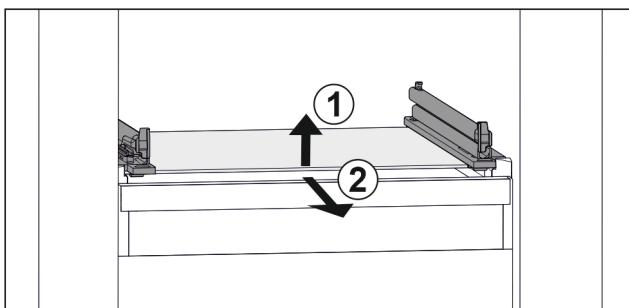

Fig. 167 Приближене відображення скляної пластини
- Підняти скляну пластину спереду. Fig. 167 (1)
- Вийняти скляну пластину рухом вперед. Fig. 167 (2)